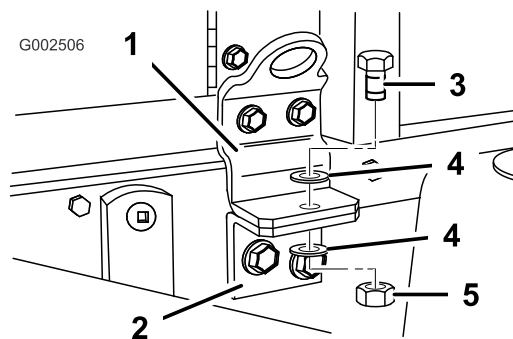

図 24
15. タンク台アセンブリをフレームに固定する；ボルト（1/2 x 1-1/2 インチ）1本、ワッシャ（1/2 インチ）2枚、ロックナット（1/2 インチ）1個を使用して図 24のように取り付ける。